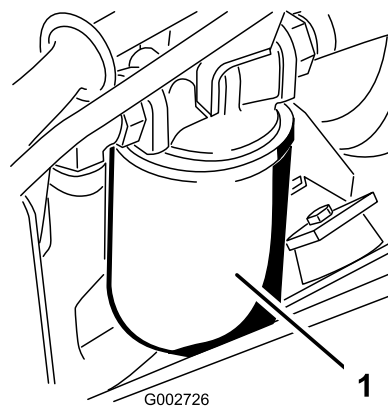

Figura 40
3. Coloque um recipiente de escoamento debaixo do filtro do óleo hidráulico, que se encontra no lado esquerdo da máquina (Figura 40).